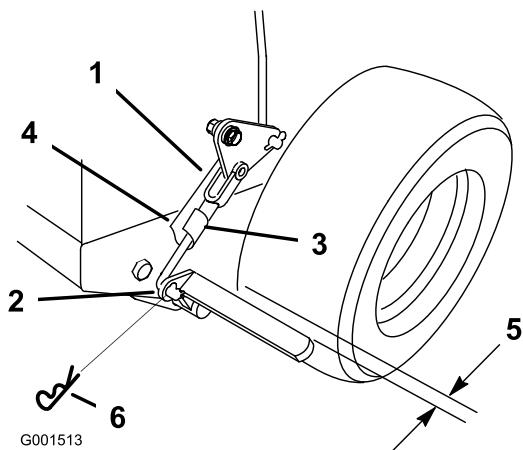

Bild 42
3. Entfernen Sie den Federsplint aus dem Bremsunterlenker (Bild 42).
4. Drehen Sie den Bremsunterlenker-Bügel nach rechts in den Bügel, um die Feststellbremse anzuziehen, drehen Sie den Bremsgestängebügel nach links aus dem Bügel heraus, um die Feststellbremse zu lösen (Bild 42).
**Hinweis:** Zwischen dem Reifen und der flachen Stange sollte ein Abstand von 6 mm bestehen, wenn die Feststellbremse gelöst ist (Bild 42).
5. Befestigen Sie den Unterlenker mit dem Splint und dem Lastösenbolzen am unteren Bremshebel (Bild 42).